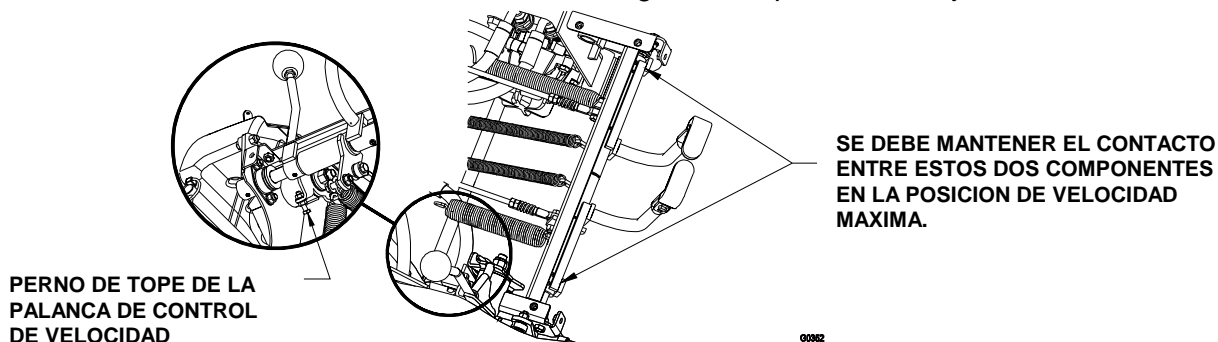

FIGURA 17
- c) Si ninguna de las superficies de las palancas de control de dirección hace contacto con la barra de tope en la posición de máxima velocidad, ajuste el perno hasta que hagan contacto. Vea Figura 17. una vez que ocurra el contacto, gire el perno una vuelta completa mas, para prevenir que los topes internos de las bombas hidráulicas lleguen a su punto mas bajo.